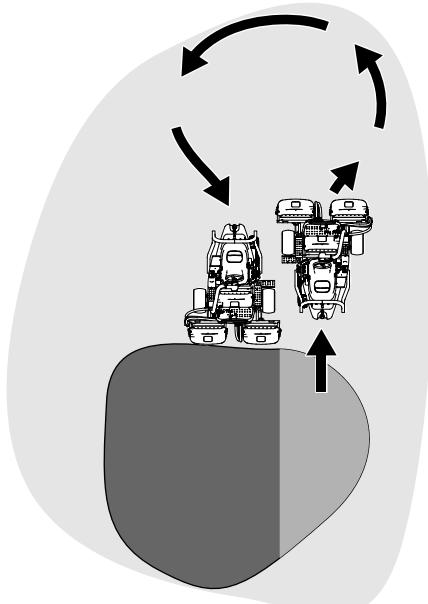

Bild 33
- Verkürzen Sie die Betriebszeit und vereinfachen Sie das Ausrichten für den nächsten Durchgang, indem Sie die Maschine vorübergehend in die entgegengesetzte Richtung und dann in die Richtung des ungemähten Teils drehen. Führen Sie eine tränenförmige Wende durch (Bild 33), um die Maschine schnell für den nächsten Durchgang auszurichten.